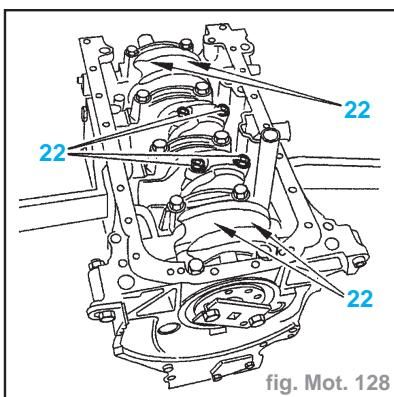

fig. Mot. 128
- Reposer les écrous (22). Préserrer à **2 daN.m** puis effectuer un serrage angulaire de **70°** (fig. Mot. 128).